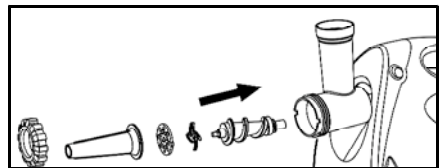

fig.8
- 1- Procéder au montage du moule à saucisse comme indiqué sur la figure 8.